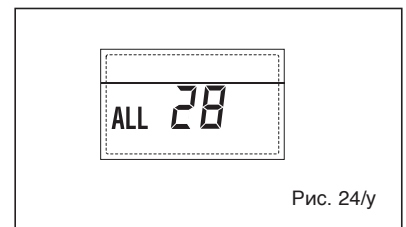

Рис. 24/у
**– АНОМАЛИЯ В КОЛИЧЕСТВЕ ПОДКЛЮЧЕННЫХ ПЛАТ “ALL 29” (рис. 24/з)**